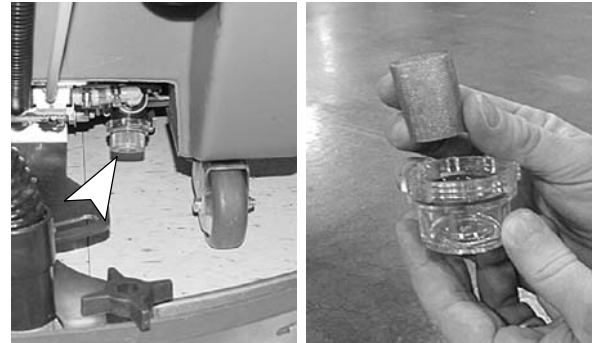

FIG. 36
- Enlevez le filtre en ligne et rincez-le. Avant de retirer le filtre, assurez-vous que le réservoir de solution est vide. Le filtre se trouve sous la machine à l'arrière (Figure 36).